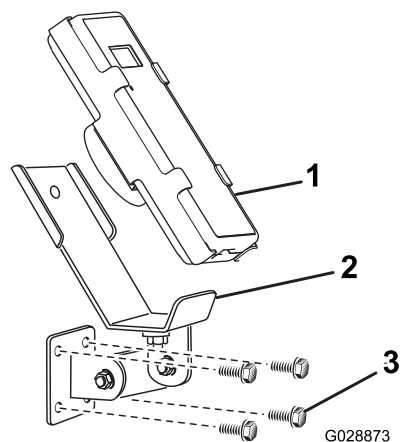
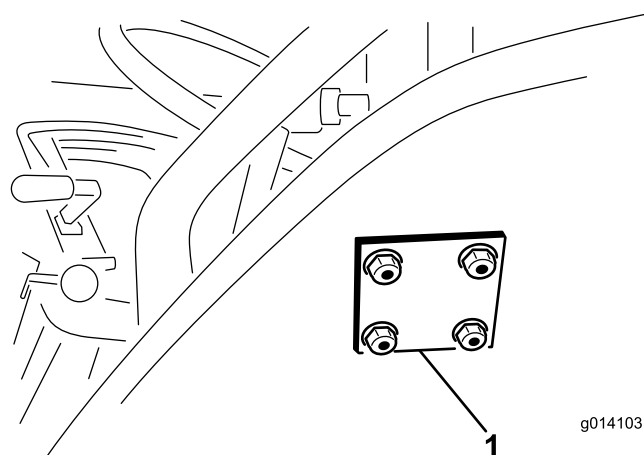

Figura 10
Figura 11
3. Ligue o suporte de montagem e placa posterior com 4 parafusos de cabeça flangeada (5/16 x 1½ pol.) e porcas de bloqueio flangeadas (Figura 10 e Figura 11).